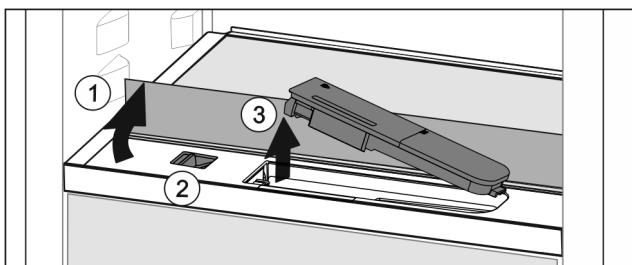

Fig. 119
- Підняти скляну панель і відкинути до упору назад Fig. 119 (1).
- Посуньте повзунок Fig. 119 (2) уліво.
- Вийняти бак для води Fig. 119 (3).